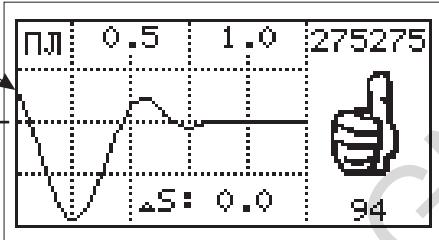

Рисунок 134
**(Рисунок 134)****Недействительные измерения:**